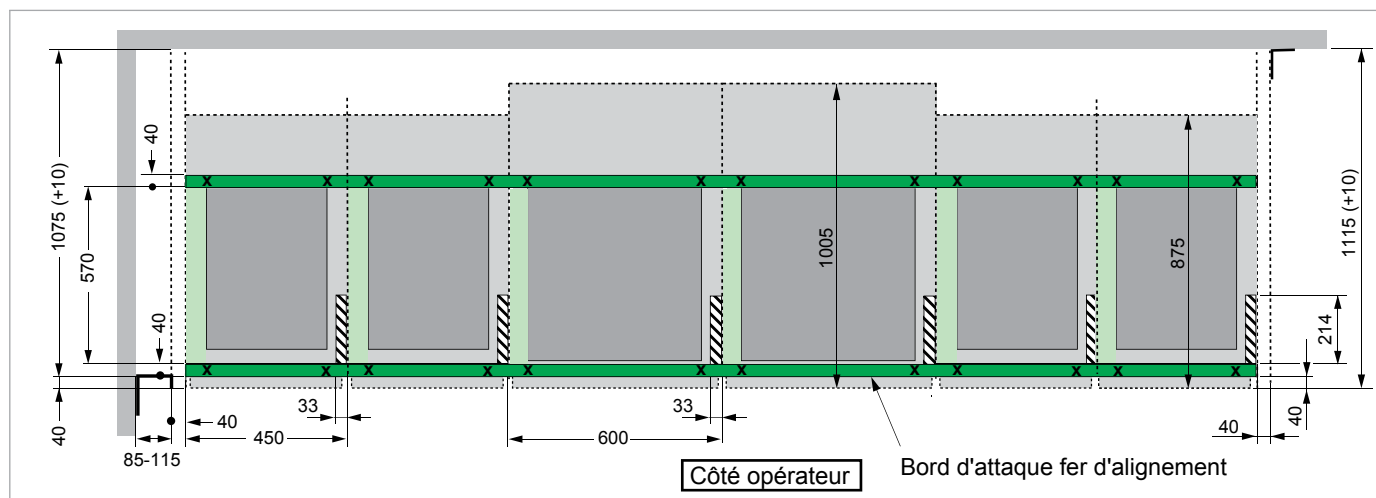
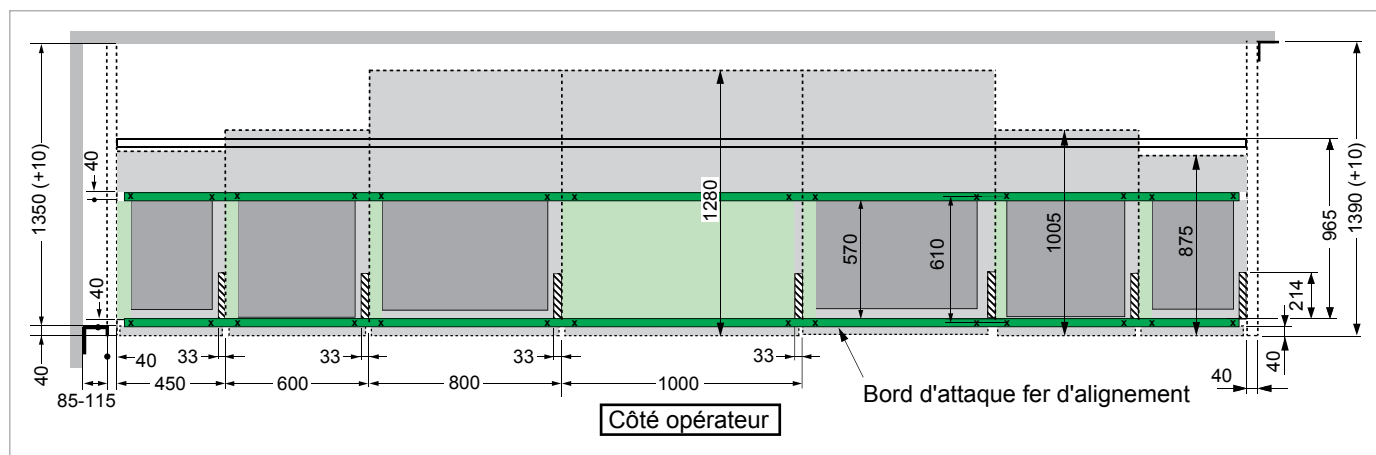

Fig. 12
Fig. 13
- La profondeur totale de l'appareillage et les dimensions minimales dans le bâtiment sont représentées dans les Fig. 12 et Fig. 13 à la page 23.